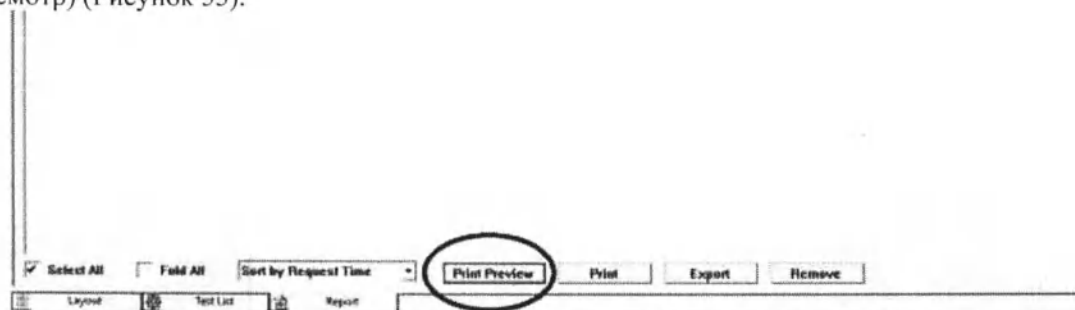

Рисунок 55. Расположение кнопки для предварительного просмотра.
14) Для предпросмотра отчета, нажмите кнопку «Print Preview» (Предварительный просмотр) (Рисунок 55).